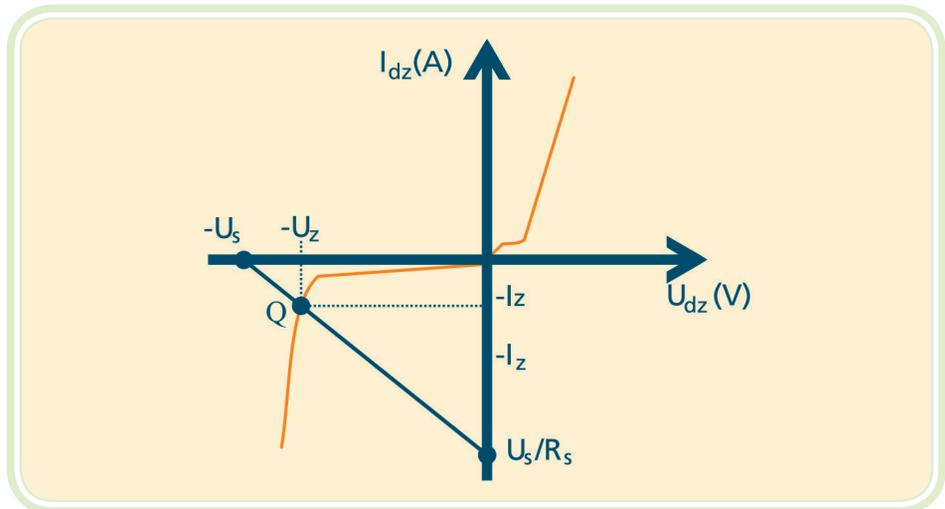

Figura 5.7: Reta de carga do diodo zener
- a) **Diodo zener ideal** – o diodo zener ideal comporta-se como uma chave fechada para tensões positivas ou tensões negativas menores que $-U_z$. Ele se comportará como uma chave aberta para tensões negativas entre zero e $-U_z$, conforme representado na sua curva característica da Figura 5.7.